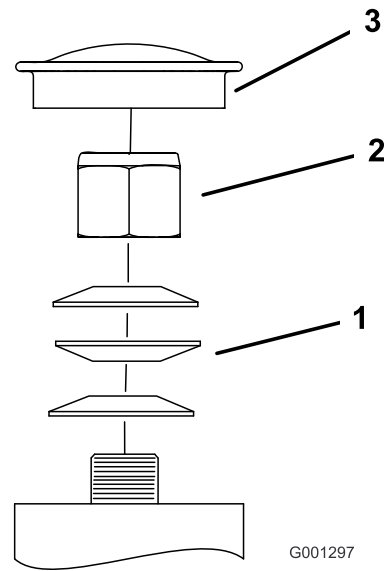

Figura 57
3. Retire el tapón guardapolvo de la rueda giratoria y apriete la contratuerca (Figura 57).
4. Apriete la contratuerca hasta que las arandelas de muelle estén planas, luego afloje la contratuerca $\frac{1}{4}$ de vuelta para establecer la pre-carga correcta de los cojinetes (Figura 57).
Importante: Asegúrese de que las arandelas de muelle están correctamente instaladas, según se muestra en Figura 57.
5. Coloque el tapón anti-polvo (Figura 57).